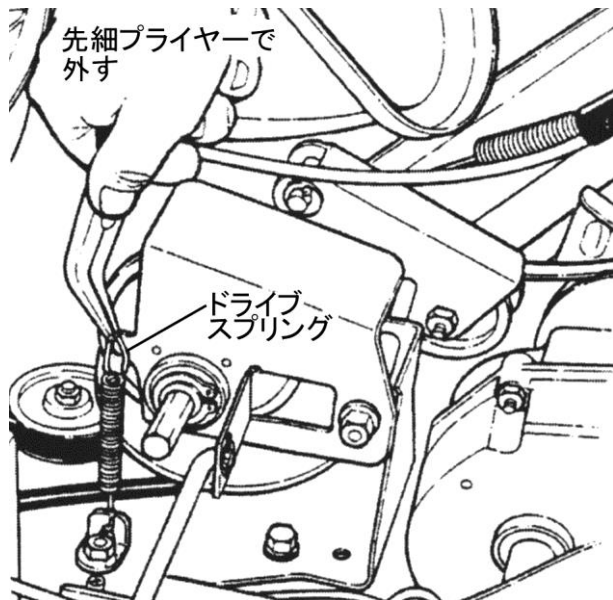

図6-6
- ドライブスプリングは従動ディスクを駆動ディスクに押し付けています。ドライブスプリングが伸びてゆるんだり、破損したときは交換してください。(次ページ図6-6)